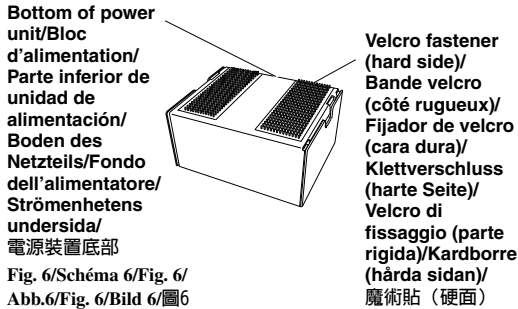

Fig. 6/Schéma 6/ Fig. 6/ Abb. 6/ Fig. 6/Bild 6圖6
- Sätt fast den vattentäta dynan ⑧ med det självhäftande arket för vattentätningssdynan ⑨ och fäst eventuellt slak kabel rund den vattentäta dynan ⑩ med sladdklämman ⑩.
- Fäst kardborren (hårda sidan) ⑬ på strömenhetens undersida ② (se Bild 6).
- Fäst kardborren (mjuka sidan) ⑬ i golvet och se till att strömenheten ② sitter på plats.
- När kardborren (hårda sidan) ⑬ sätts fast i golvmattan, ska detta göras innan den mjuka kardborren ⑬ fästs.
1	Attach the Velcro fastener (hard side) ⑬ to the bottom of the power unit ② (see Fig. 6).
- Befestigen Sie den Klettverschluss (harte Seite) ⑬ unten am Netzteil ② (siehe Abb. 6).
- Befestigen Sie den Klettverschluss (weiche Seite) ⑬ am Boden, und befestigen Sie das Netzteil ②.
- Wenn Sie den Klettverschluss (harte Seite) ⑬ am Boden Teppich befestigen, nehmen Sie dazu die andere Hälfte des Klettverschlusses (weiche Seite) ⑬ ab.
- Incollare il Velcro di fissaggio (parte rigida) ⑬ sul fondo dell'alimentatore ② (Fig. 6).
- Incollare il Velcro di fissaggio (parte morbida) ⑬ sul pavimento e fissare l'alimentatore ②.
- Per fissare il Velcro (parte rigida) ⑬ al tappetino del pavimento, eliminare la parte morbida ⑬.